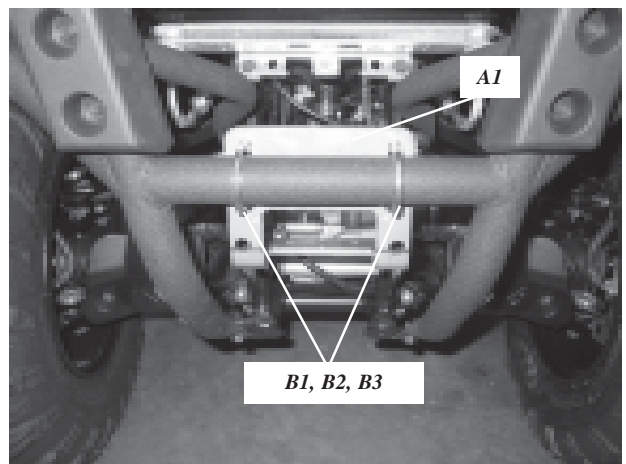

Figure 3: Installez la plaque de montage du treuil
3. Placez la plaque de montage du treuil (A1) sur les languettes de montage du cadre. Fixez le devant de la plaque de montage à la barre d'appui à l'aide de deux boulons en U 1/4-20 x 1,5 x 2,13 (B1), de quatre rondelles plates 1/4 po (B2) et de quatre écrous de blocage 1/4-20 (B3). Ne serrez pas pour l'instant. Voir figure 3.